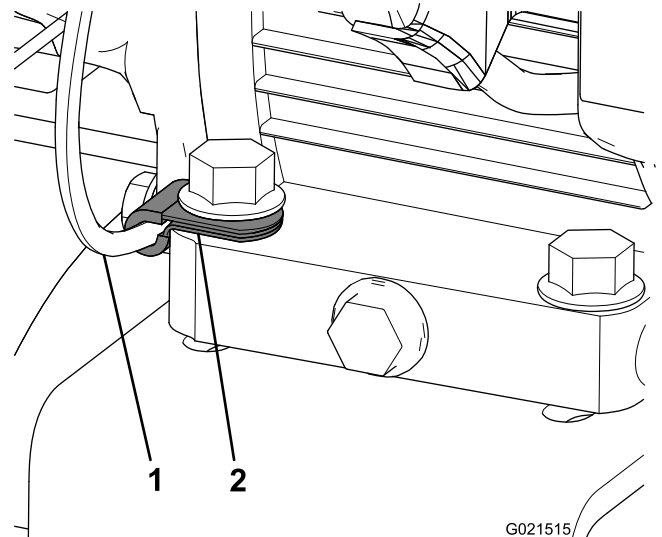

**Bild 5**
4. Befestigen Sie den neuen Bowdenzug mit dem vorhandenen Bowdenzugclip hinten am Differenzialgehäuse (**Bild 5**).